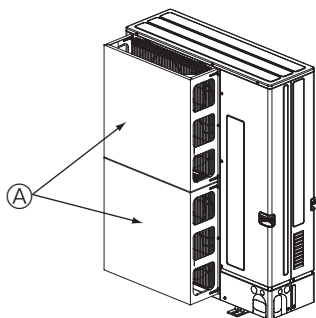

Fig. 2-5
- ② Installer en valgfri luftledeskærm, hvis enheden installeres på et sted, hvor kraftig vind fra en storm eller lignende kan blæse direkte ind i luftudgangen. (Fig. 2-5)